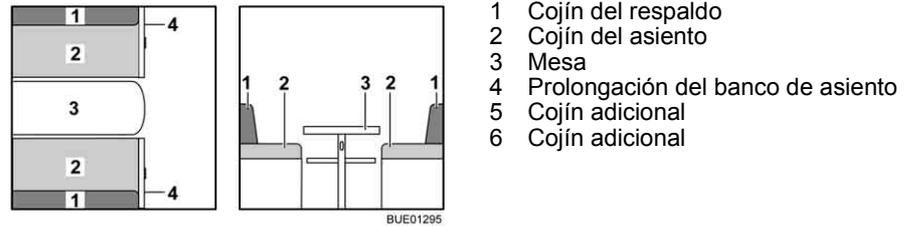

Fig. 112 Antes de la transformación
- Ampliar la mesa (Fig. 112,3) y transformarla en base de cama (véase apartado 6.10).